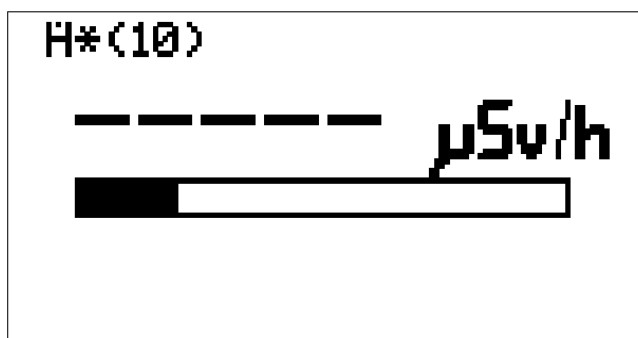

Fig. 15) Indicación de la pantalla del modo de rodaje con el rango de medición $\mu\text{Sv/h}$.
Para mediciones de la tasa de dosis, después del ajuste del cero debe colocarse el conmutador de rangos de medición (15) en la posición " $\mu\text{Sv/h}$ " o " mSv/h ". El equipo entra en el modo de rodaje (véase la Fig. 15).